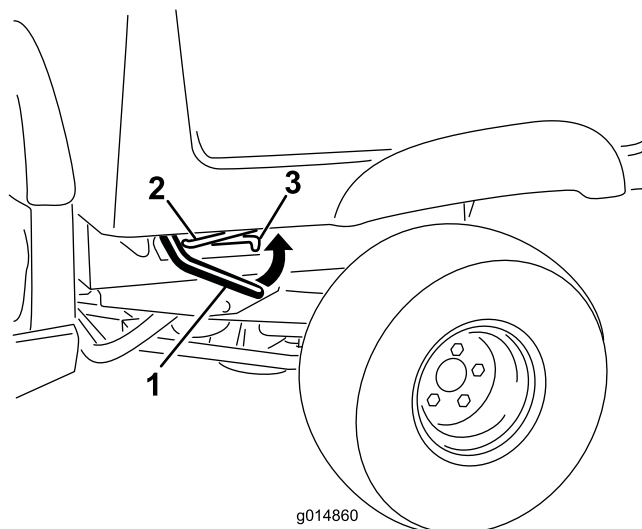

Figura 17
2. Fissate il cassone tirando l'asta di supporto nell'arresto posteriore all'estremità della fessura che si trova nel telaio a sinistra della macchina (Figura 17).
1. Sollevate la leva del dispositivo di fermo sul lato vicino all'angolo anteriore del cassone e sollevate il cassone stesso (Figura 17).
1. Sollevate il cassone alzando leggermente la leva del dispositivo di fermo (Figura 17).
2. Estraete l'asta di supporto dalla fessura dell'arresto (Figura 17).
3. Abbassate il carico in modo da bloccarlo in sicurezza (Figura 17).